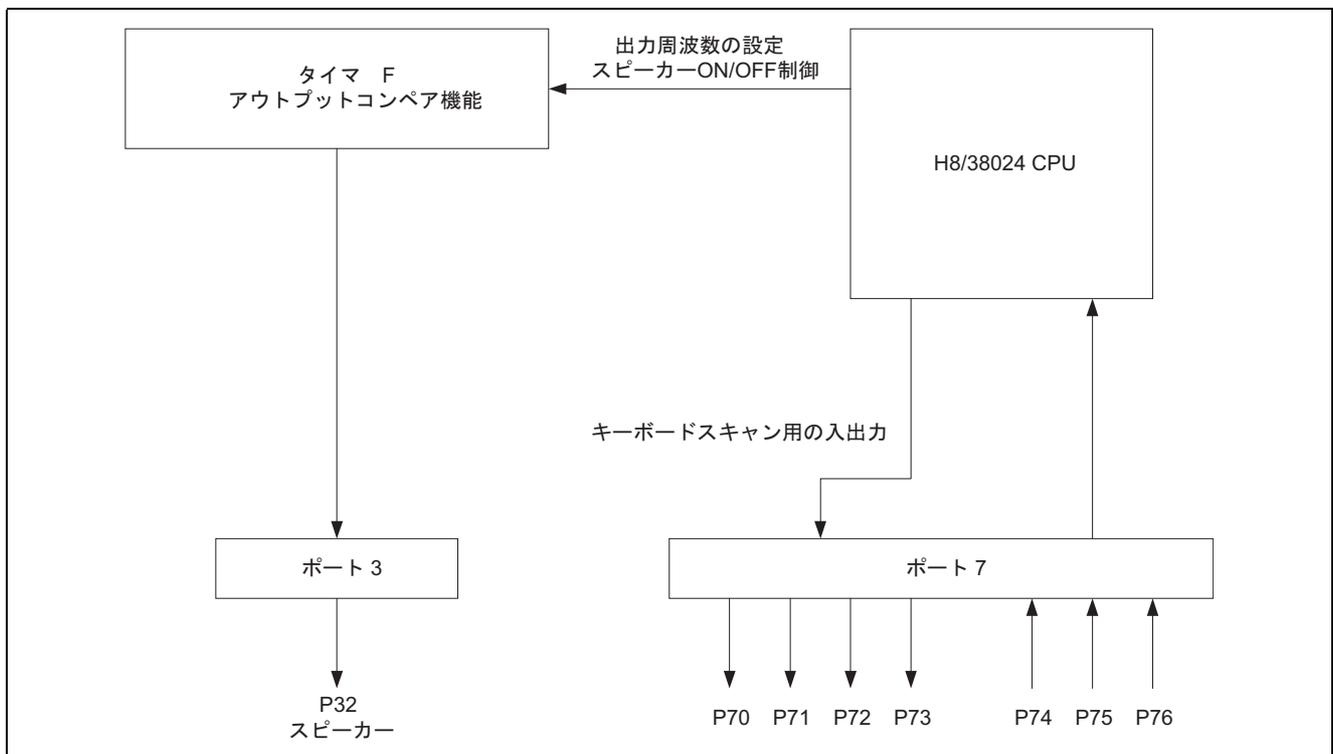

図 2 使用機能ブロック図
- (1) 図 2 に本タスク例における H8/38024 の使用機能のブロック図を、表 1 に機能割付を示します